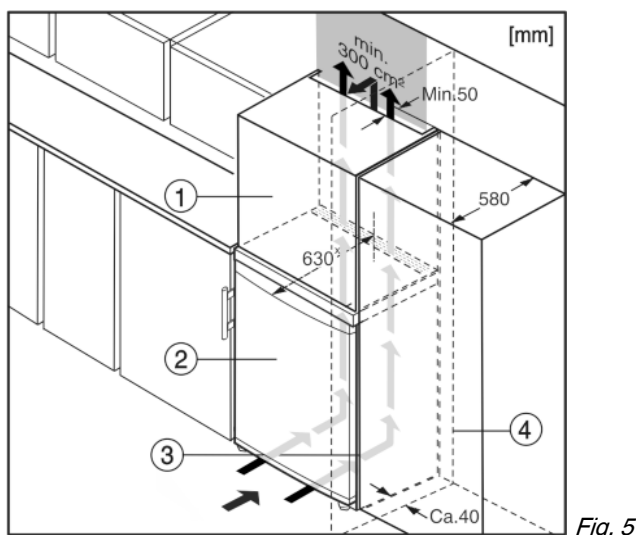

Fig. 5
Устройство может быть окружено кухонными шкафами. Чтобы уравнивать устройство Fig. 5 (2) по высоте с кухонной стенкой, можно установить над устройством дополнительный шкафчик Fig. 5 (1).
При комбинировании с кухонными шкафами (глубина макс. 580 мм) устройство можно установить непосредственно рядом с кухонным шкафом Fig. 5 (3). Устройство выступает сбоку на 34 мм × и по центру на 50 мм × относительно передней стенки кухонного шкафа.
Если устройство установлено на шарнирах у стены Fig. 5 (4), то расстояние между устройством и стеной должно быть не менее 40 мм. Настолько выступает ручка при открытой двери.